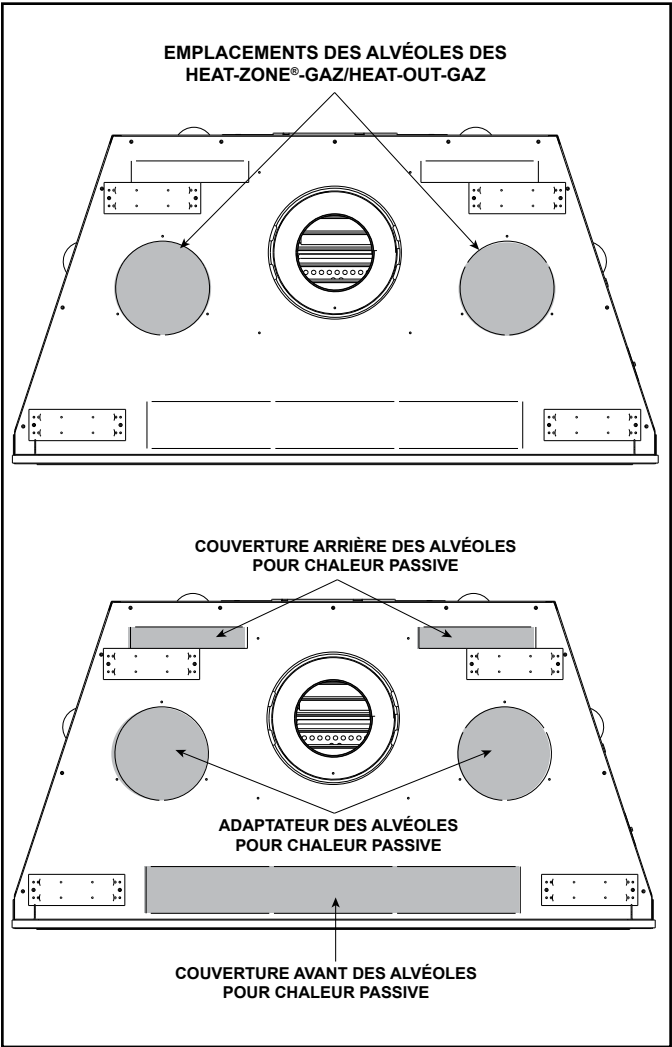

Figure 6.12 Emplacements des alvéoles défonçables de la gestion de la chaleur
- Localisez les deux alvéoles défonçables de gestion de la chaleur sur le dessus de l'appareil. Retirez l'alvéole défonçable du foyer et jetez-la. Voir la figure 6.12. On peut installer un ou deux systèmes de gestion de la chaleur. Retirez les alvéoles défonçables de l'appareil à l'aide de cisailles de ferblantier.
La chaleur passive peut être utilisée avec le HEAT-OUT-GAZ ou un HEAT-ZONE®-GAZ. Les alvéoles défonçables correspondantes, comme illustré à la Figure 6.12, doivent uniquement être utilisées comme il est indiqué.